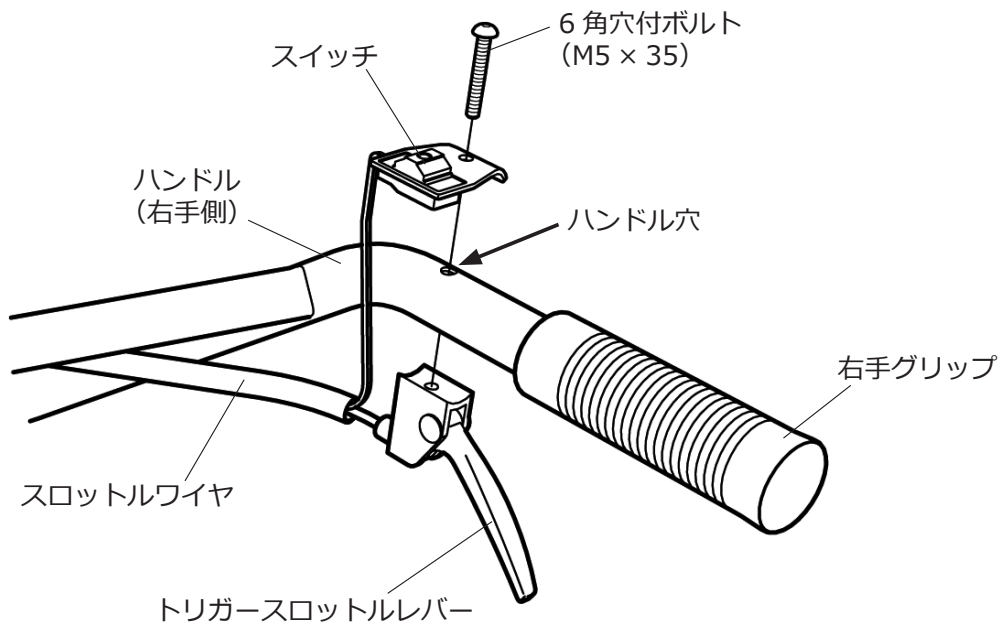

図5
- ⑤ 図5のようにスイッチとトリガースロットルレバーで右手側のハンドルを挟み、六角穴付ボルトを六角棒スパナで締め付け固定してください(締め付けトルク3~4N・m)。